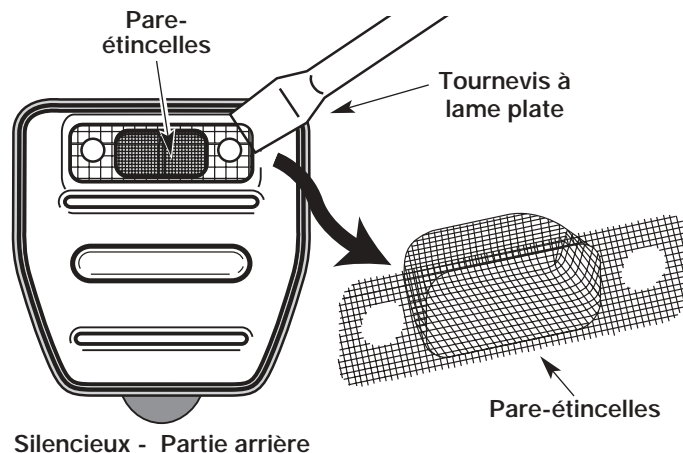

Fig. 26
4. Soulevez soigneusement le pare-étincelles de son trou à l'aide d'un petit tournevis à lame plate (Fig. 26). Retirez le pare-étincelles du silencieux.
5. Nettoyez le pare-étincelles à l'aide d'une brosse métallique. Remplacez-le s'il est endommagé ou si vous n'arrivez pas à le nettoyer complètement (Fig. 26).